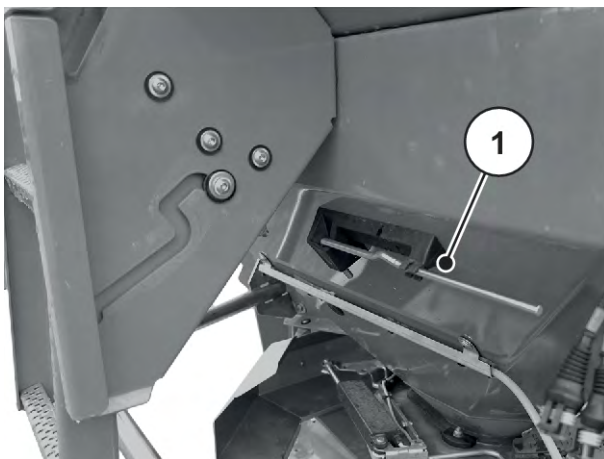

Fig. 37: Plassering av innstillingsspaken AXIS xx.2
- ▶ Legg innstillingsspaken tilbake i den tiltenkte holderen. Se *Fig. 37 Plassering av innstillingsspaken AXIS xx.2*